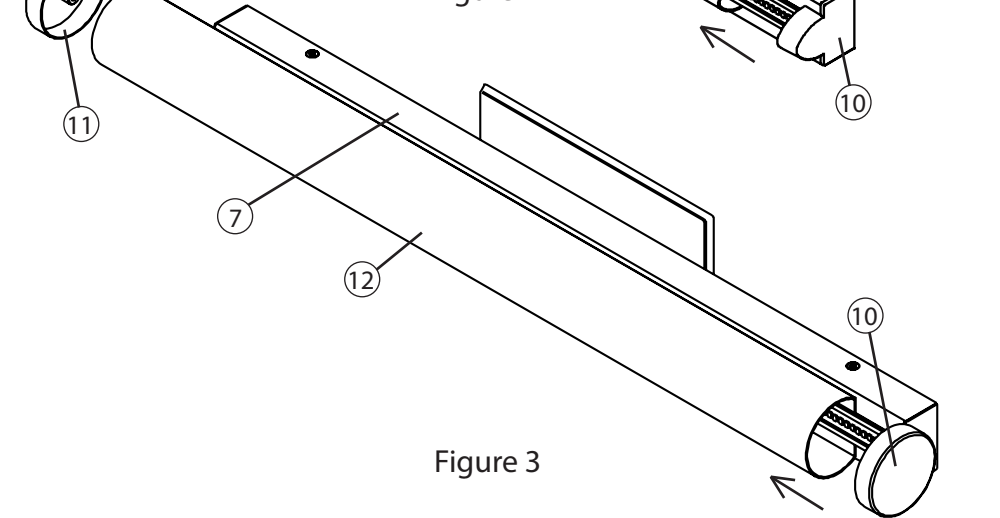

Figure 3
2. Dévisser l'un des embouts ronds (11) et le retirer du diffuseur (12). Voir la figure 3.
3. Retirer le diffuseur endommagé du boîtier (7) en le faisant glisser hors de l'extrusion du boîtier. Voir la figure 3.
- Unscrew one of the round Endcaps (11) and remove it from the Diffuser (12). See Fig. 3
- Remove the damaged Diffuser from the Housing (7) by sliding it off the Housing extrusion. See Fig. 3
- Desenrosque uno de los tapones redondos (11) y retírelo del difusor (12). Consulte la Fig. 3.
- Retire el difusor dañado de la carcasa (7) deslizándolo por fuera de la extrusión de la carcasa. Consulte la Fig. 3.